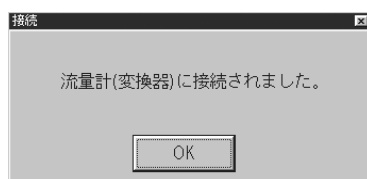

図9
- ⑦ 機器が正しく接続されていない場合は通信が正しく行われませんのでご注意ください。
- ⑧ 接続が完了すると図9のようなメッセージボックスが現れますので、「OK」ボタンをクリックしてください。